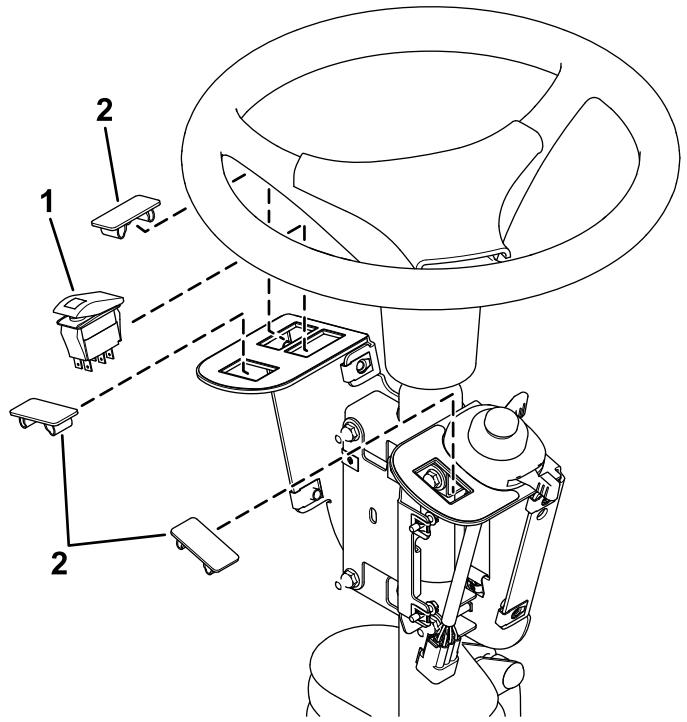

Bild 5
3. Montieren Sie den Kippschalter und die Lochblenden in die Schalterhalterung (Bild 5).